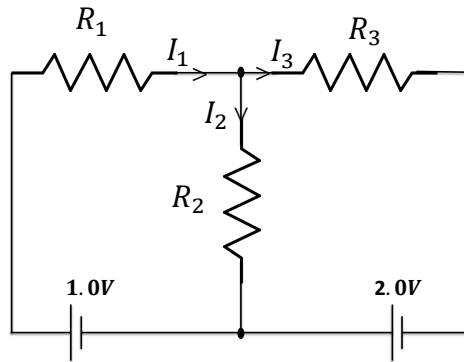

Figure 1
Partie 1: Circuit à trois résistances de la Figure 1
1. Considérez le circuit de la Figure 1, ci-dessous, en prenant $R_1 = 560 \, \Omega$, $R_2 = 330 \, \Omega$, et $R_3 = 100 \, \Omega$.